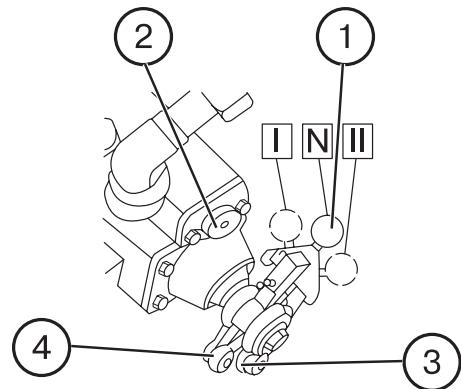

Рис. 24. Переключение способов регулирования силового (позиционного) регулятора:
3. Включите силовой способ регулирования, для чего приподнимите навесную машину над поверхностью почвы и переключатель 1 (рис. 24) введите в паз силового рычага 3 поворотом переключателя влево (по ходу трактора). Для более легкого включения перед вводом в паз переключатель отведите вперед (по ходу трактора) до совмещения с пазом на рычаге 3.
При работе на силовом методе регулирования как на пахоте, так и на культивации произведите настройку маховичка скорости коррекций 2 (рис. 24). При вращении маховичка по часовой стрелке скорость коррекций уменьшается, при вращении против часовой стрелки — увеличивается.